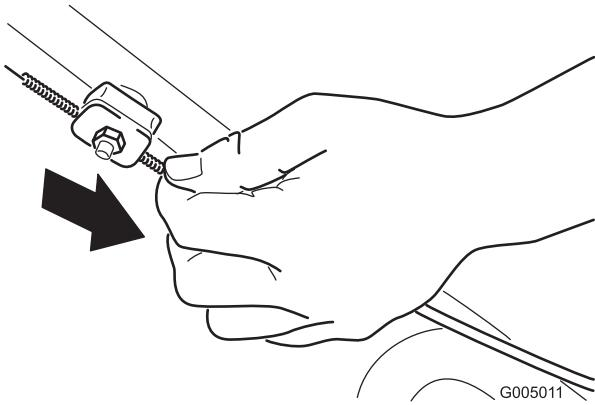

Figure 30
- Tirez la gaine du câble vers le bas (vers la machine) jusqu'à ce qu'il n'y ait plus de mou dans le câble (Figure 30).